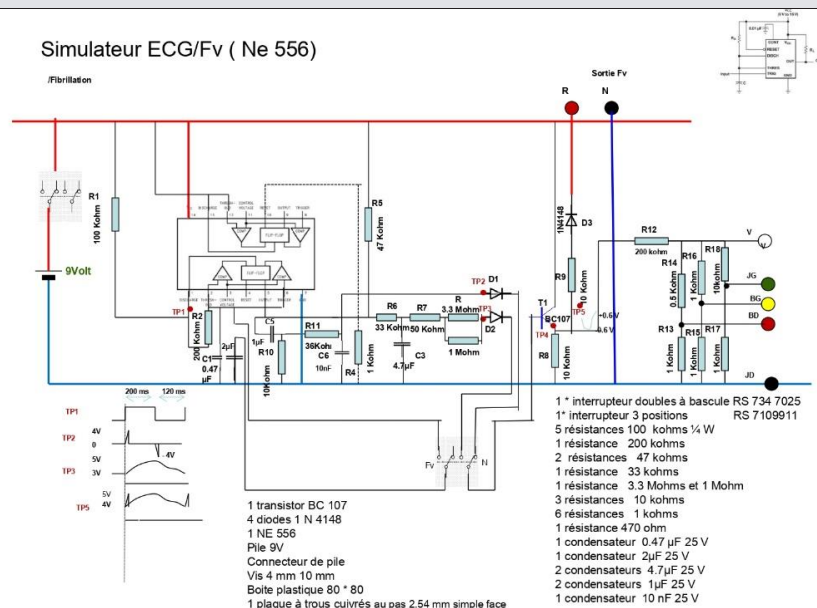

Figure 1 : Schéma du circuit électrique du simulateur low-tech d'ECG
Pour effectuer les raccordements des composants, toujours se référer au schéma du circuit (figure 1).
- Placer tous les composants (résistances, condensateurs, diodes et transistor) conformément au schéma du circuit. (Voir figures 1 et 5)
- A l'aide d'un oscilloscope et en se référant au schéma du circuit figure 1, vérifier que :